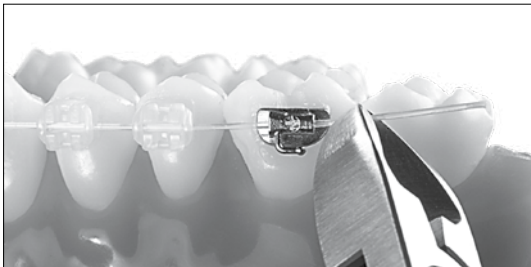

Fig. 3: Recortar el arco que sobresale ligeramente.
- Una vez colocado en el tubo molar vestibular, corte el extremo del arco de forma que sobresalga un poco del tubo. Utilice un cortador de ligaduras para el corte (p.ej. REF 014-151-00) y no un cortador distal (Fig. 3).